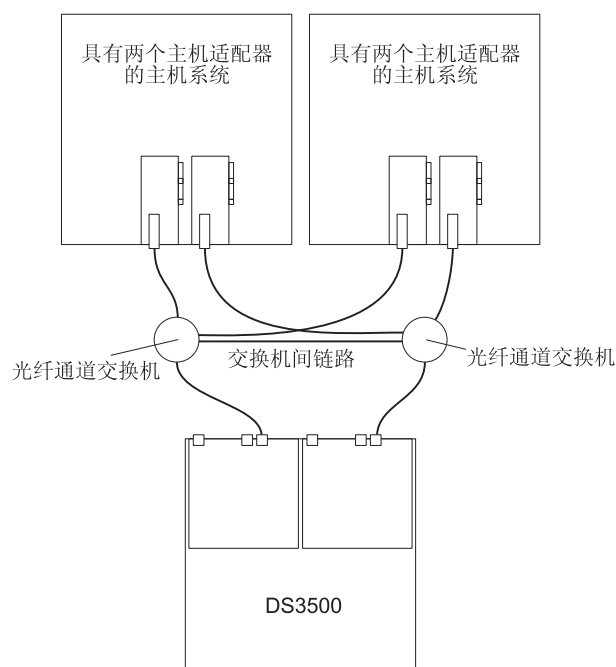

图 3-46. 单光纤通道 SAN 光纤网配置的示例
- 单 SAN 光纤网配置，如图 3-46 中所示
在图 3-46 中，光纤通道交换机通过交换机间链路（ISL）连接在一起，以形成一个单 SAN 光纤网。